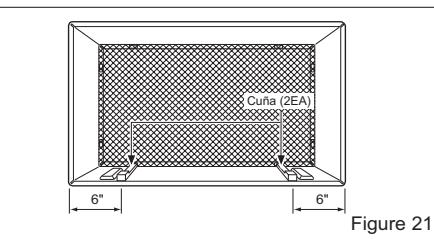

Figure 21
- 7** Para lograr una pendiente de posterior para el drenaje de la unidad, retire el envoltorio de las cuñas de 11-13/16" y acópelas según se muestra a continuación en la Figure 21. Coloque el extremo más alto de la cuña en la parte frontal de la base del soporte de pared.